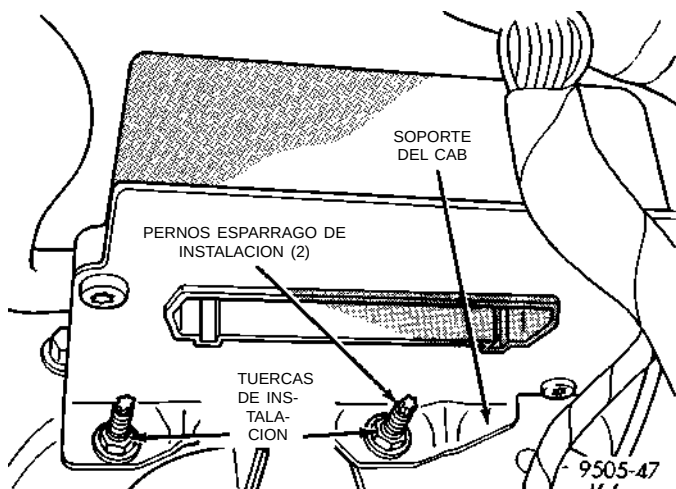

Fig. 29 Instalación del soporte del CAB en el zócalo
- (3) Retire las 2 tuercas de instalación del soporte del controlador en el cubretablero del lado del conductor (Fig. 29).
- (1) Instale el CAB y el soporte de montaje en los pernos espárrago de instalación situados en el zócalo del lado del acompañante (Fig. 29).
- (2) Instale las 2 tuercas de instalación del soporte del CAB (Fig. 29) y apriételas firmemente.